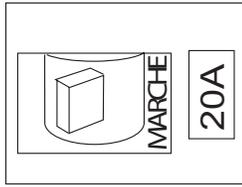

Figure 15. Disjoncteur principal (MARCHE)
- Placer le disjoncteur principal (Figure 15) en position **MARCHE**.